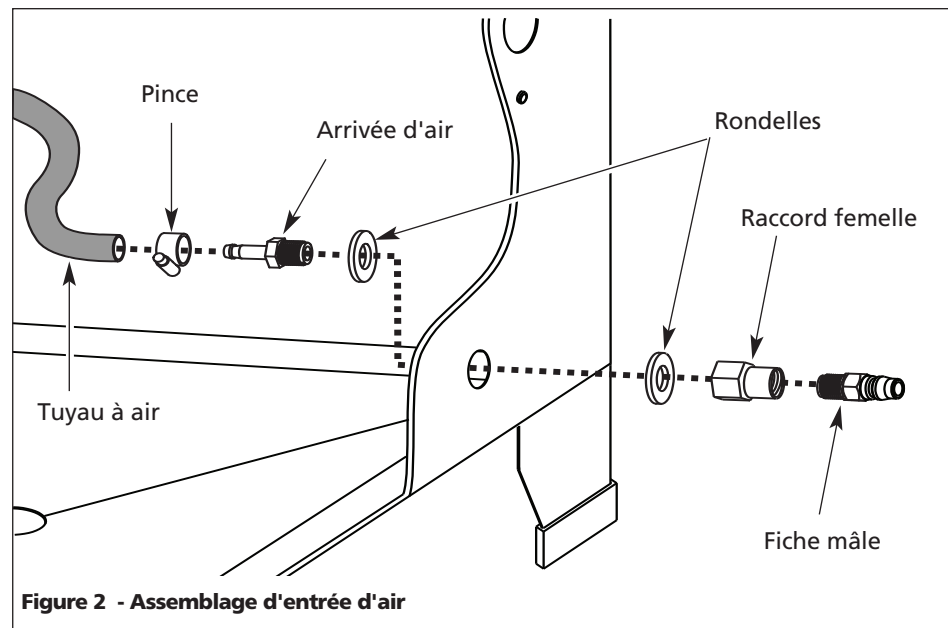

Figure 2 - Assemblage d'entrée d'air
- Placer les assemblages de pistolet et de boyau dans l'armoire, acheminant le tube plongeur sous le plateau de pièces grillagé. Placer une rondelle à l'extrémité fileté du raccord d'entrée de l'armoire, puis pousser le raccord à travers le trou du côté inférieur droit de l'armoire. Placer l'autre rondelle sur l'extrémité proéminente du raccord (voir Figure 2).
- Appliquer du ruban de téflon aux filets du raccord d'entrée pour réduire la possibilité de fuites d'air. Enfiler le raccord femelle sur les filets proéminents du raccord d'entrée de l'armoire et bien resserrer. S'assurer que les méplats de clé du raccord femelle aboutent l'armoire (voir Figure 2).